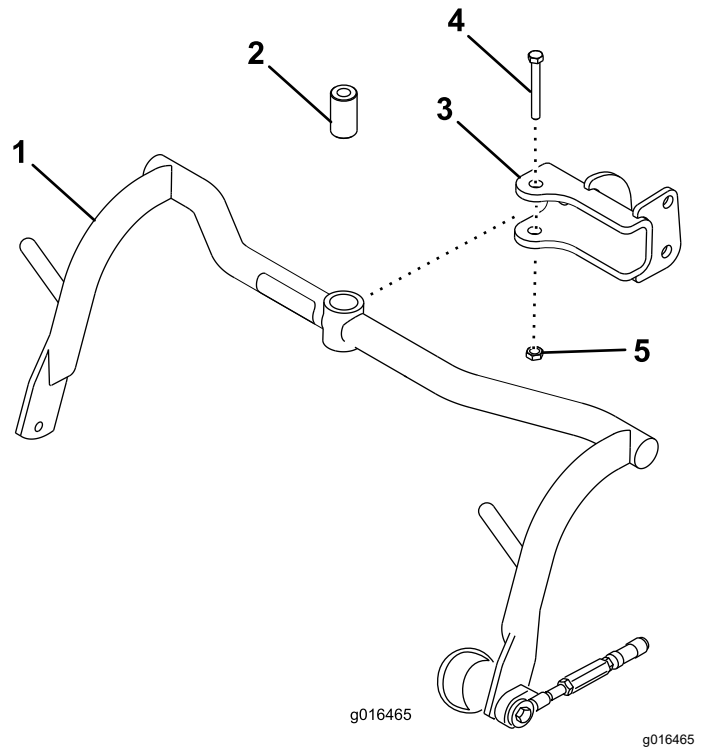

Figure 6
- Montez un bâti porteur sur chaque chape avec une entretoise, un boulon (1/2" x 3 1/4") et un contre-écrou (1/2") ; voir Figure 6. Serrez à un couple de 91 à 113 N·m.